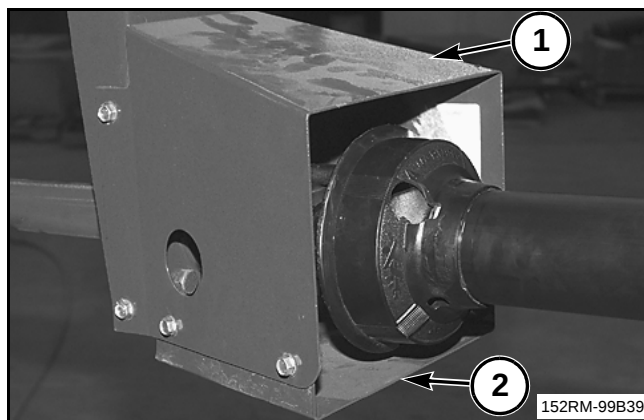

FIG. 175
FIG. 175: Ponga el blindaje superior de la junta universal (1) en su posición e instale la tornillería que quitó anteriormente. Ponga el blindaje inferior de la junta universal (2) en su posición con las patas del blindaje hacia arriba e instale la tornillería que quitó anteriormente.